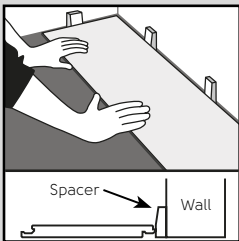

Fig. 1
1. Comenzando con un tablón/azulejo completo a lo largo de la pared, calcule las anchuras que hay en la habitación. Esto significa que habrá una fila de tablonces/azulejos estrechos a lo largo de la pared opuesta, corte la primera fila debidamente. Instale este producto con el lado de la lengüeta/borde cortado de cara a la pared. Instale espaciadores de 3/16" (5mm) entre el tablón/azulejo y la pared (Fig. 1).